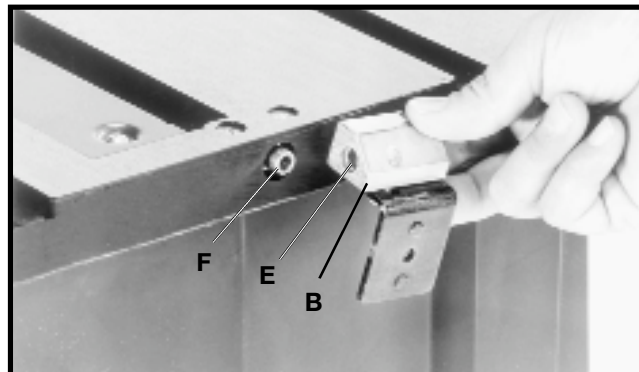
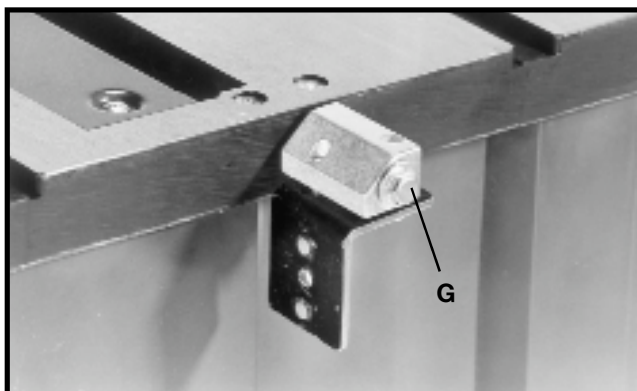

Fig. 11
Fig. 12
5. Coloque el extremo embutido (E), Fig. 11, de la abrazadera del hendedor (B) contra el extremo de la barra giratoria (F) y ajuste en su lugar utilizando el ensamble del PASO 4 anterior. **NOTA: no ajuste completamente el tornillo (C) en este momento.** El ensamble se muestra en la Fig. 12.